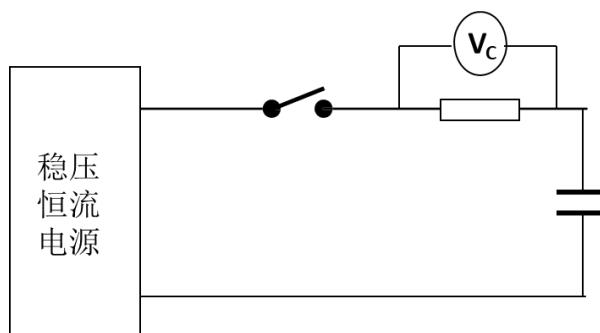

图4 漏电流测试电路图
- 用电压表记录  $72h$  后保护电阻两端的电压  $U_S$ ，如图 4 所示;